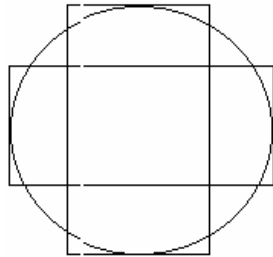

Рис. 5.16
**Примечания.** 1. Не обязательно использовать мелкую сетку (рис. 5.15), чтобы аппроксимировать круглое отверстие межслойного перехода. Точность моделирования будет достаточной, если цилиндрическое отверстие межслойного перехода аппроксимировать призмой в виде двух пересекающихся прямоугольников (рис. 5.16). Центр призмы должен совпадать с центром отверстия. Длину и ширину прямоугольников, видимо, желательно брать кратными размерам сетки, заданным для структуры.